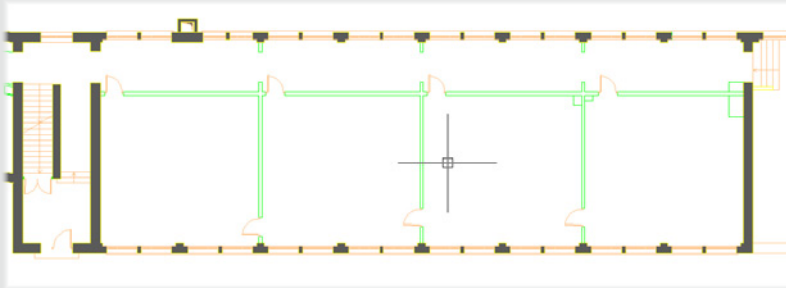

Figure 12
6. Le projet prend forme : la Figure 12 montre le projet avec la combinaison « gros œuvre » + « cloison » + « menuiserie ». Le pochage des murs a été effectué avec l'outil Hachure que nous avons abordé brièvement au Chapitre 3, mais qui sera